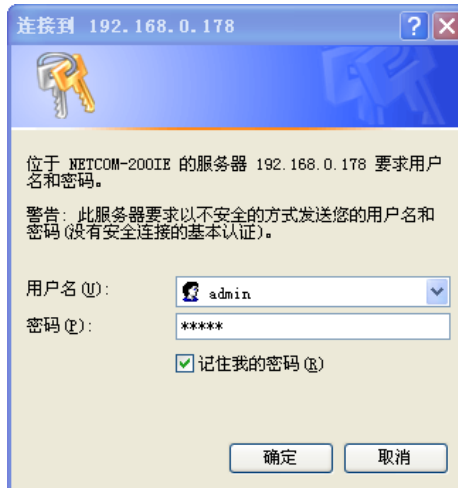

图 6.1 Web 配置登录界面
打开浏览器，在地址栏输入 NETCOM 设备 IP 地址①，出现如图 6.1 所示的登录界面。